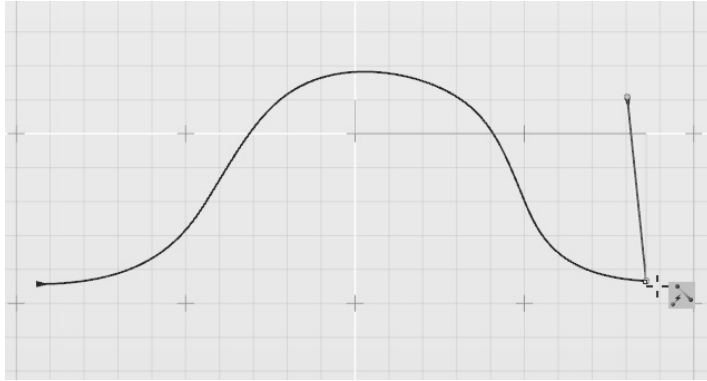

图 2-36 捕捉端点
- 捕捉端点工具：可以使用快捷键〈Alt〉临时激活，如图 2-36 所示。